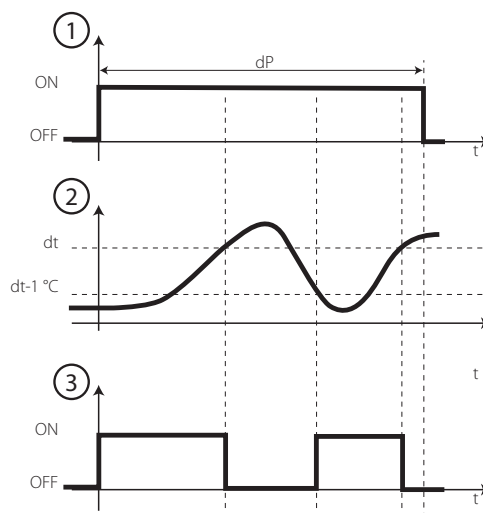

Fig. 4.g
- Zeitabhängig bei elektrischer, temperaturgeregelter Abtauung; für eine programmierbare Zeit: der Abtauang wird nur aktiviert, wenn die Temperatur unter der Schwelle für Abtauende liegt, was Energieeinsparung und eine Abtauung des Verdampfers auch unter extremen Bedingungen garantiert (siehe Fig. 4.g).